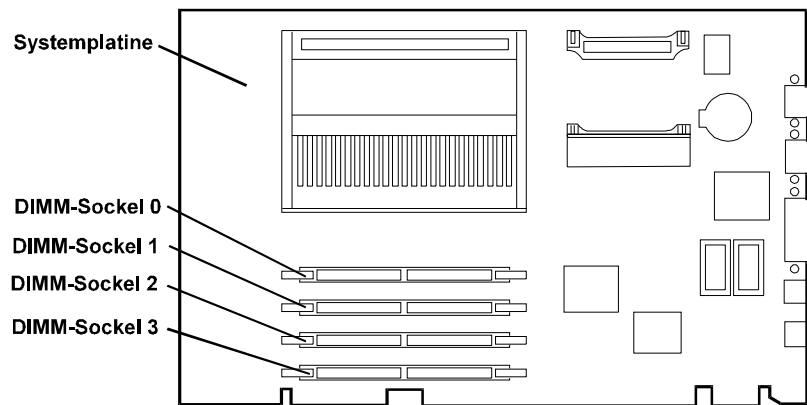

Abbildung 5-2. DIMM-Sockel
4. Installieren Sie die DIMM-Module wie folgt (siehe Abbildung 5-2, 5-3 und 5-5):